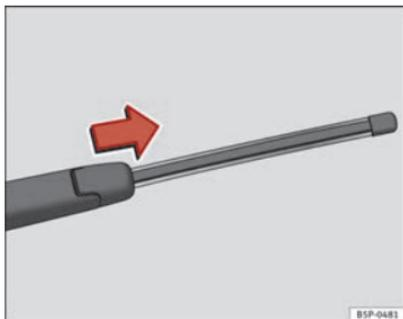

Abb. 142 Heckwischerblatt abnehmen
- Klappen Sie den Scheibenwischerarm von der Heckscheibe weg ⇒ Abb. 142.
- Schieben Sie den Wischerblattadapter in Pfeilrichtung und ziehen Sie das Wischerblatt ab ⇒ Abb. 142.